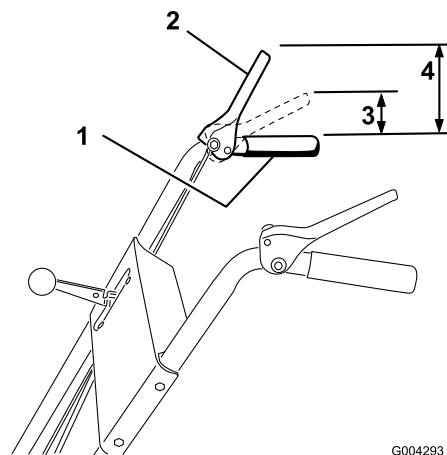

Рисунок 9
3. Проверьте расстояние между верхом ручки для захвата и нижней частью рычага управления приводом шнека/крыльчатки (Рисунок 9).
**Примечание:** Усилие, необходимое для прижатия рычага, значительно возрастает, когда вы выбираете провисание ремня привода шнека/крыльчатки (что соответствует примерно 1/2 хода рычага). Регулировка считается правильной, когда усилие начинает возрастать при расстоянии между верхом ручки для захвата и нижней частью рычага управления приводом шнека/крыльчатки, находящимся в пределах от 2,5 до 5 см, как показано на рисунке Рисунок 9.